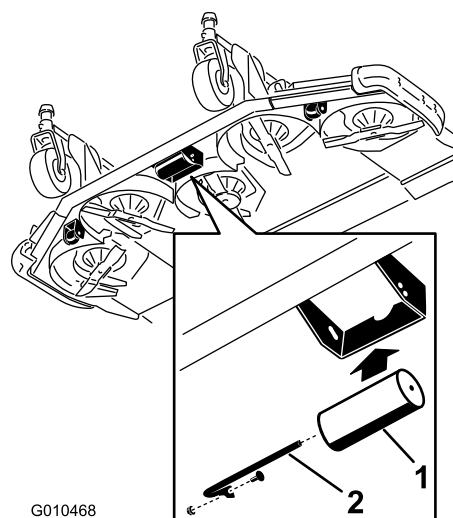

Figure 31
2. Sortez l'axe des trous inférieurs du support, placez le galet en face des trous supérieurs et montez l'axe (Figure 31).